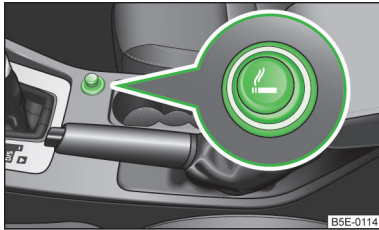

Abb. 63
- Den Anzünderknopf des Zigarettenanzünder hineindrücken » Abb. 63.